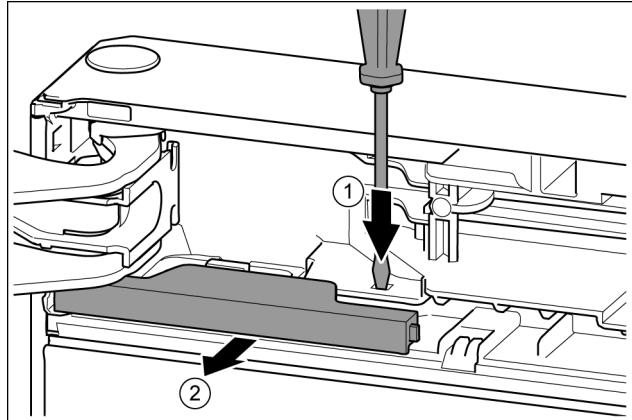

Fig. 11
▶ 用带槽螺丝刀按住接片。Fig. 11 (1)
▶ 将盖板从闭锁中拉出。Fig. 11 (2)